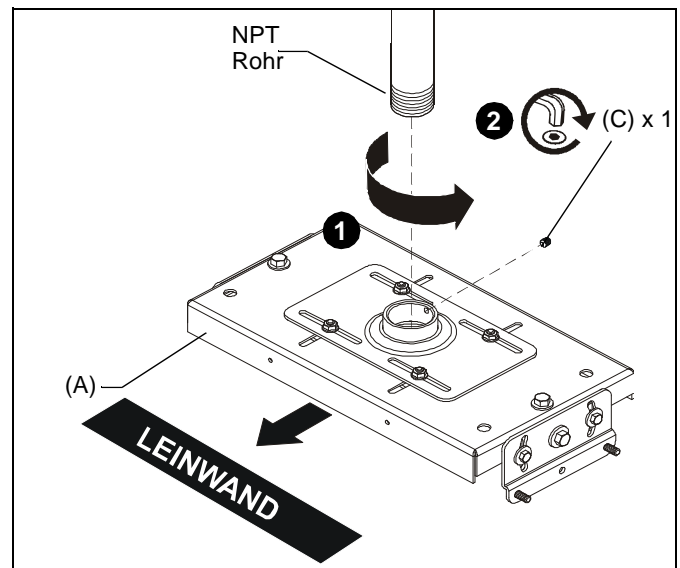

Abb. 1
1. Schrauben Sie die VCM-Halterung (A) fest an das vorhandene 1-1/2"-NPT-Rohr, wobei mindestens vier Gewindegänge eingeschraubt werden müssen. (Siehe Abb. 1)
**HINWEIS:** Stellen Sie sicher, dass die lange Kante der VCM-Halterung parallel zur Leinwand verläuft. (Siehe Abb. 1)
2. Schrauben Sie die 5/16-18 x 3/8"-Feststellschraube (C) in den Gewindekragen der VCM-Halterung, um Bewegungen der VCM zu verhindern. (Siehe Abb. 1)